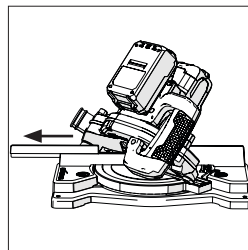

Afb. 21
- Kantel de zaagkop tot de gewenste hoek. Er is een gradenboog beschikbaar als hulpmiddel bij het instellen (**Afb. 21**).